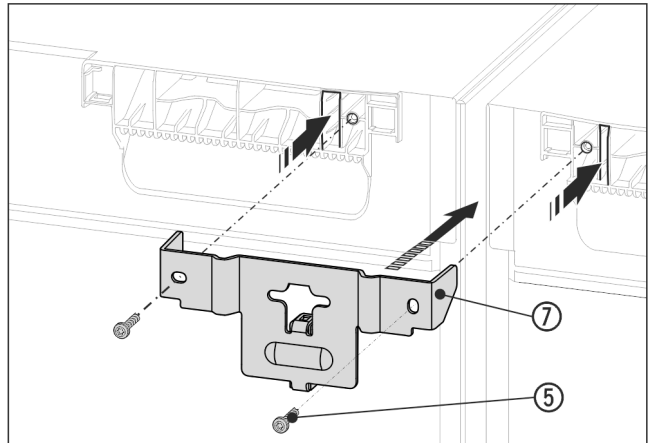

Fig. 15 Eksempelfremstilling
- ▶ Skyv vinkelen Fig. 15 (7) med avstandsstykket inn mellom enhetene og inn i brakettene i enhetens deksel. Skru fast med 2 skruer Fig. 15 (5).